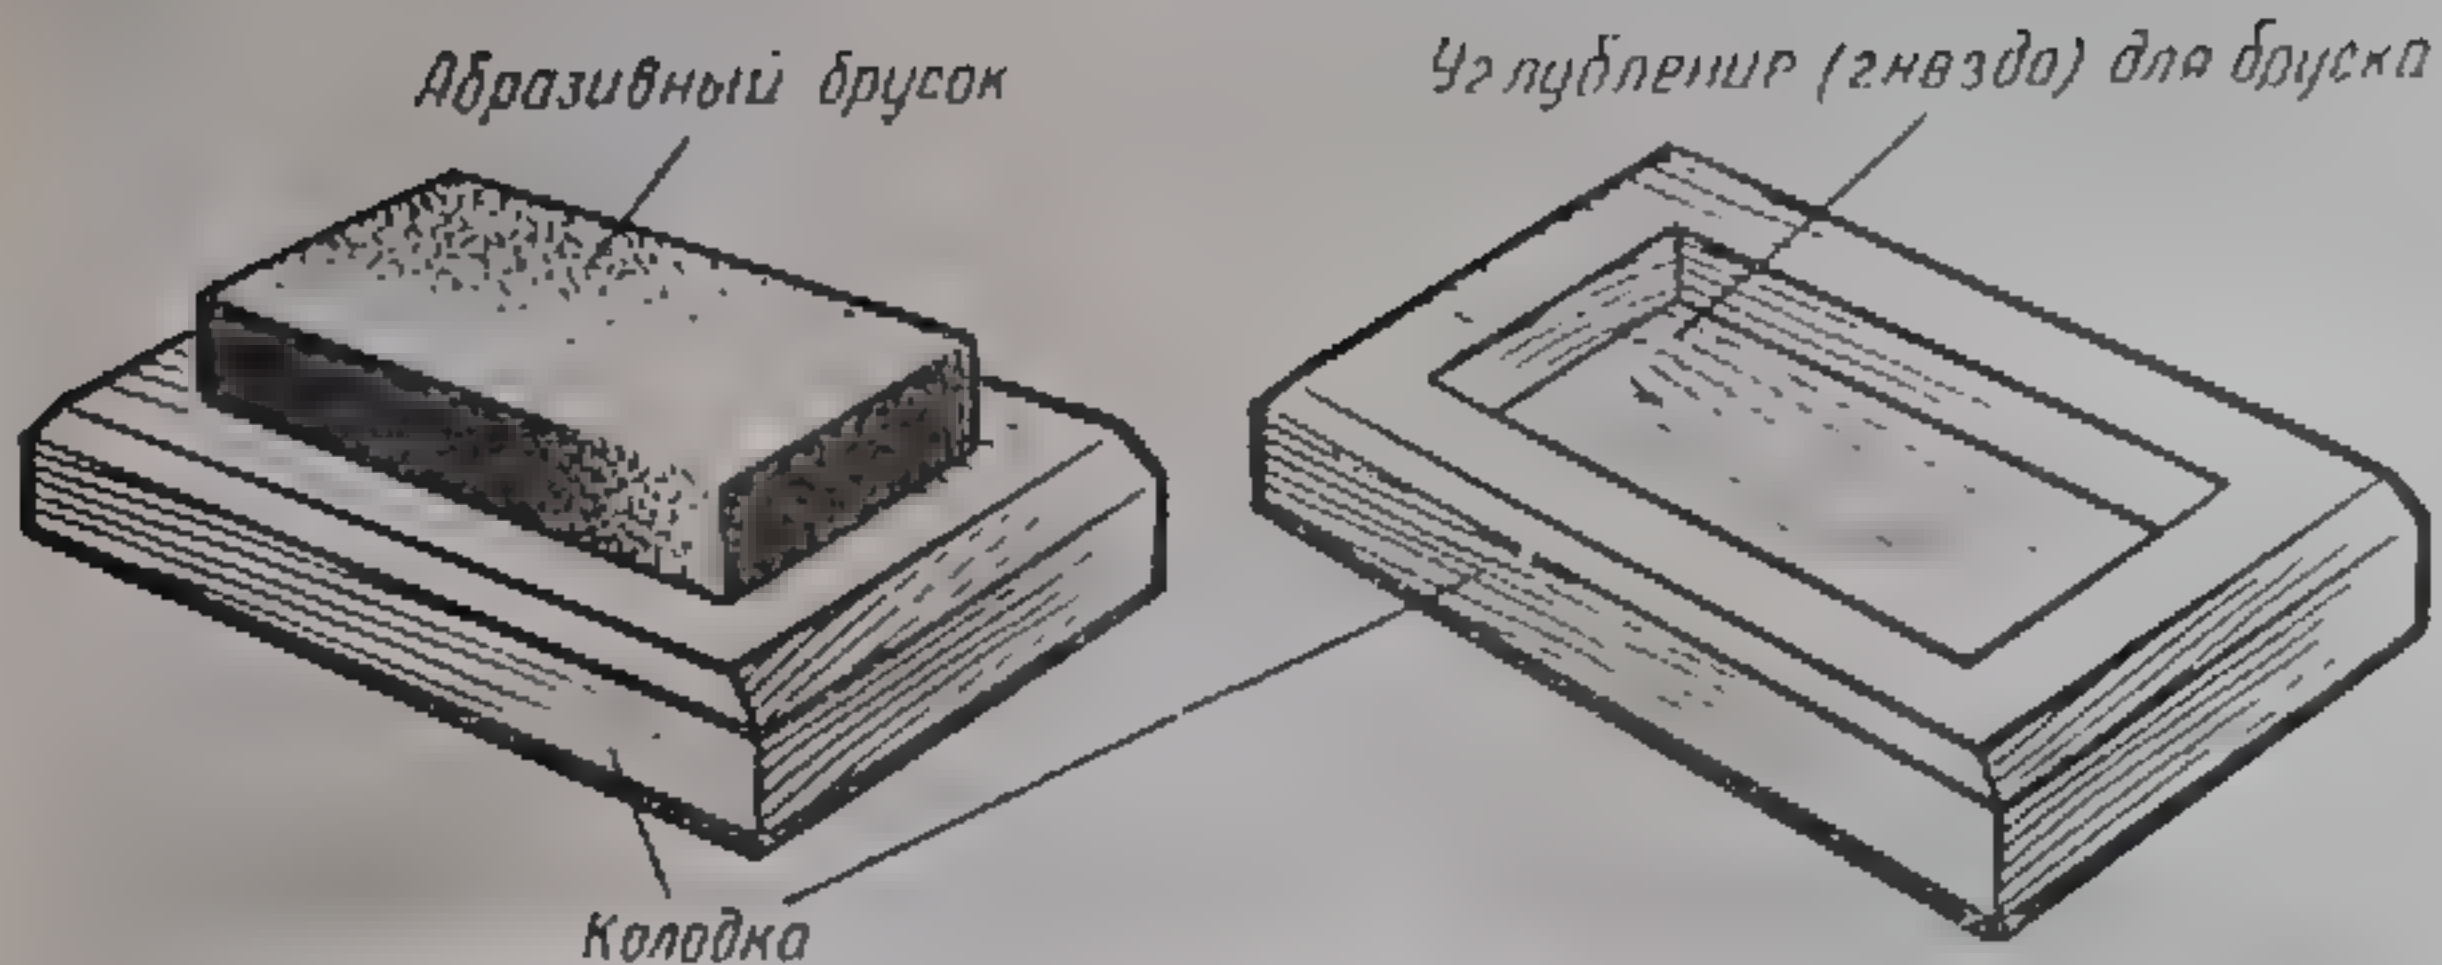

Рис. 21. Бруски для заточки.
1. Для заточки инструмента надо использовать абразивные бруски, вделанные в деревянные колодки (рис. 21).